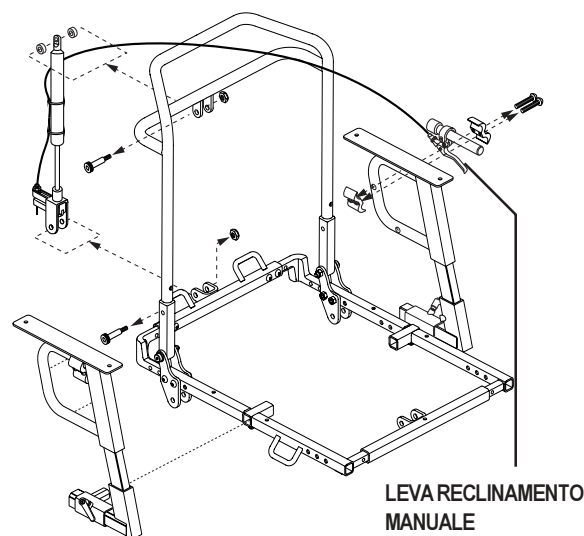

Figura 10. Regolazione manuale del reclinamento del sedile
1. Con la schiena appoggiata con forza allo schienale, schiacciare la leva manuale apposta montata sul bracciolo. Vedere figura 10.
7. Rimuovere il gruppo della leva per reclinamento manuale ed inserirlo nella morsetteria sul bracciolo opposto. Vedere figura 10.